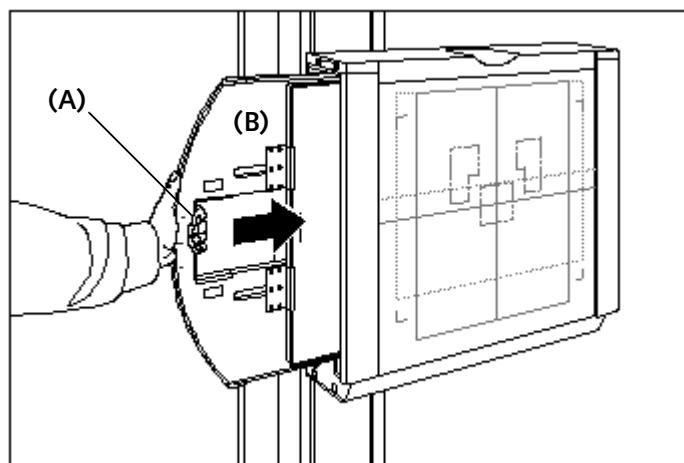

Fig. 8
- ◆ Presione la empuñadura de frenado en el asidoro (A) para desbloquear la bandeja del bucky (B).
- ◆ Deslice la bandeja del bucky (B) hasta que alcance la posición del tope (ver Fig. 8).